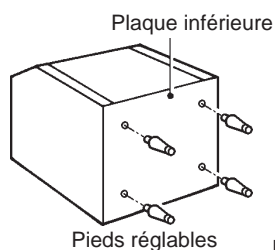

Fig. 3
- 1) Visser à fond les quatre pieds fournis (accessoires de bac) au dessous du bac de stockage. Voir fig. 3.